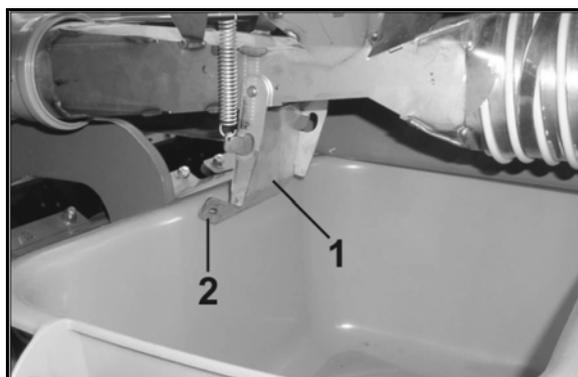

Fig. 110
2. Fermez la trappe (Fig. 110/1) s'il faut vider uniquement le doseur et non la trémie (voir en page 113).